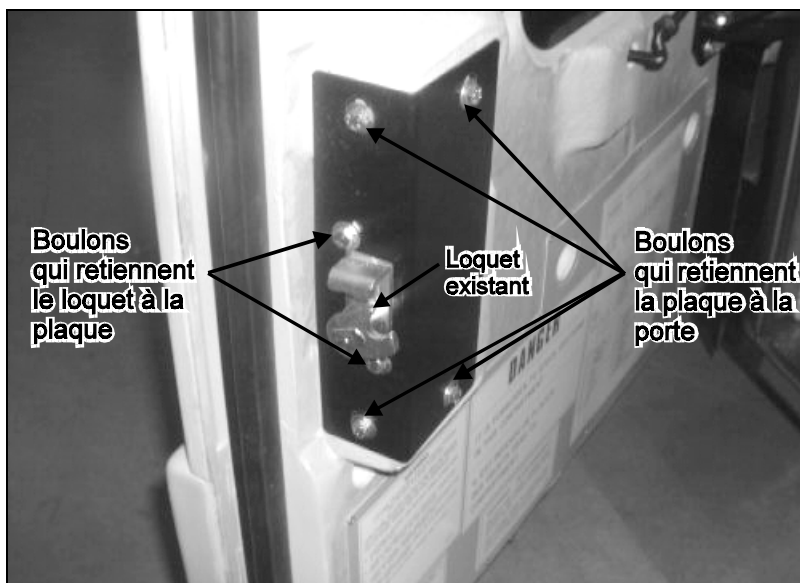

FIGURE 2: LOQUET SANS GRAISSEUR DE LA PORTE DE SERVICE AVANT 18300
1. Dévisser les quatre boulons qui retiennent la plaque à la porte (Fig. 2).